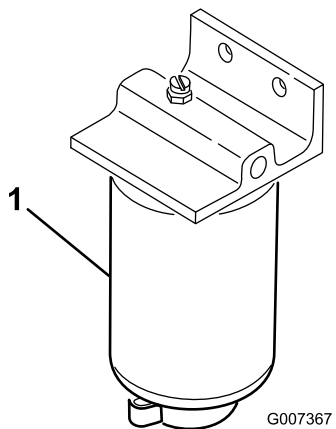

Bild 35
3. Öffnen Sie den Ablassschraube am Kraftstofffilter um ungefähr eine Umdrehung und lassen angesammeltes Wasser ablaufen (Bild 35).